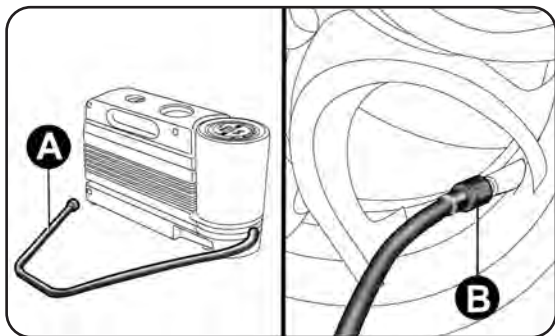

fig. 125
- aziona il freno a mano, svita il cappuccio dalla valvola del pneumatico, estrai il tubo flessibile di riempimento A-fig. 125 ed avvitila la ghiera B sulla valvola del pneumatico;